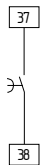

Fig. 6
**Libertações com desligamento retardado (ver Fig. 6)**